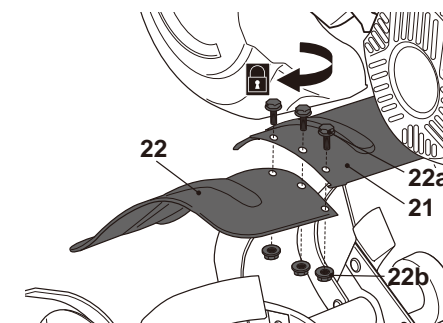

Fig. 4
- > Alinee los orificios de la extensión del protector (22) con los del protector fijo (21) y fíjelos con pernos (3 unidades) (22a) y tuercas (3 unidades) (22b) con ayuda de dos llaves (Fig. 4).